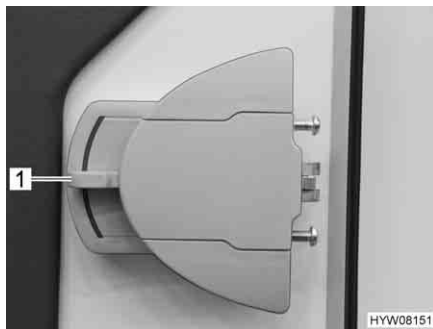

Fig. 30 Serratura della porta, lato interno
- Apertura:** ■ Premere la maniglia della porta (Fig. 30,1) verso il basso.
- Bloccaggio:** ■ Ruotare la maniglia della porta (Fig. 30,1) per circa 45° verso l'alto e lasciarla in questa posizione.